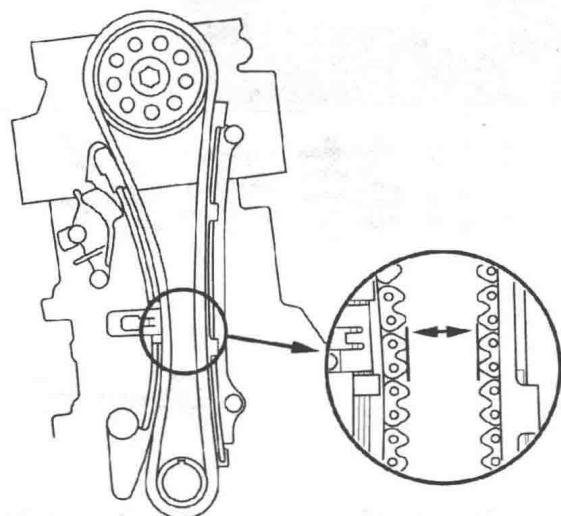

图 1-1-6
(14) 测量凸轮链条分离间距，如图 1-1-6 所示。如果间距小于维修极限，更换凸轮链条和凸轮链条张紧器。